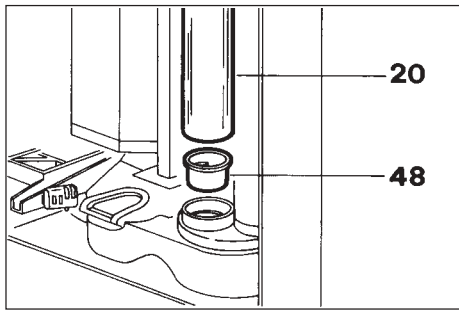

Fig. 27
Atención: Los tubos de los vasos deben contener vasos con un diámetro de 70 mm. Introduciendo la pieza de reducción (48) se pueden usar vasos con un diámetro de 58 mm (Fig. 27).